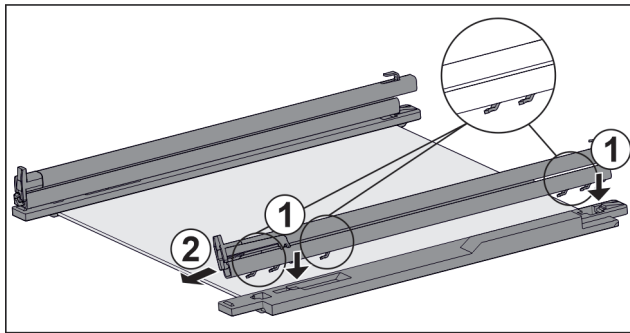

Fig. 154 Płyta szklana z szynami i elementami mocującymi
- ▶ Założyć haki szyny w otworach **lewego** elementu mocującego. Fig. 154 (1)
- ▶ Pociągnąć szynę do przodu. Fig. 154 (2)
- ▶ Założyć haki szyny w otworach **prawego** elementu mocującego. Fig. 154 (1)